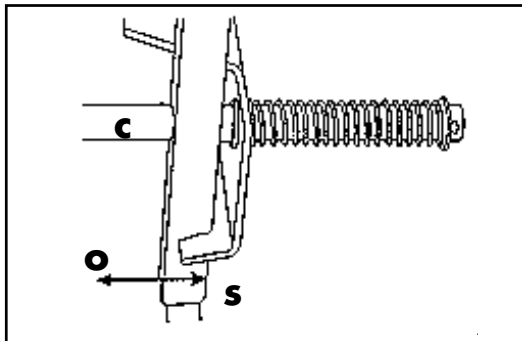
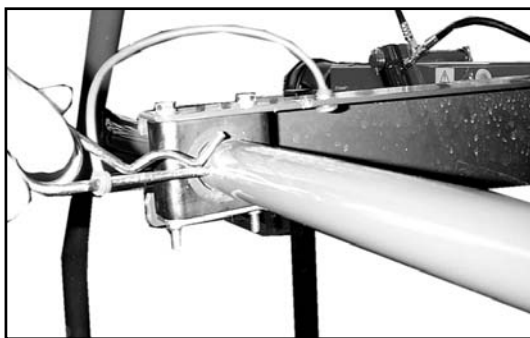

Bild 3-10
Bild 3-11
- Federsteckersicherung ziehen (Bild 3-11)
- Beide Schutzbügel einklappen (c). Dazu Schutzbügel (c) nach vorne ziehen (o), hochklappen und in Führungstasche einrasten lassen (s) (Bild 3-10) und mit Federstecker sichern (Bild 3-11).